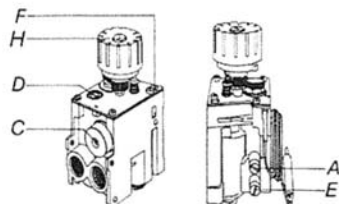

Abb. 28
8.3.1.1 Düsendruck entsprechend der Einstelltabelle mit der Reglerschraube **C** (Abb.28) einstellen.
8.3.3.1 Kleinstelldüse **D** (Abb.28) in der Gasarmatur durch die für die Gasart geforderte Kenngröße (siehe technische Daten) ersetzen und bis zum Anschlag einschrauben.
Reglerschraube C (Abb. 28) bis zum Anschlag bzw. einem hörbaren Klicken einschrauben.**